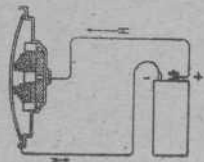

FIG. 13
*resistencia* en el contacto de unas bolitas con otras, al estar muy flojas (fig. 13).